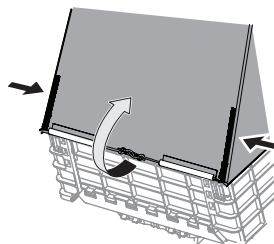

Figure 31
2. Ouvrez les fermetures éclair du sac, puis rabattez le pan arrière, comme sur l'illustration ci-contre, comme le montre la Figure 31.